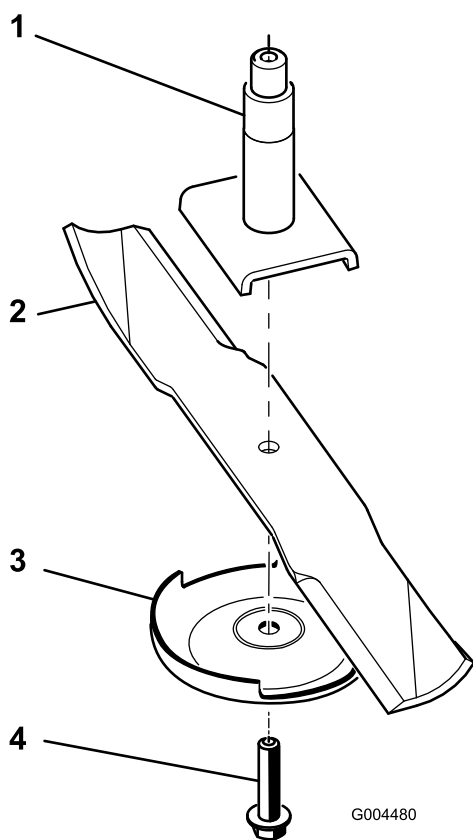

Figure 73
2. Enlevez le boulon, la plaque anti-scalp et la lame de l'axe de pivot (Figure 73).
Remarque: Si la lame reste horizontale, elle est équilibrée et peut être utilisée. Si la lame est déséquilibrée, limez un peu l'extrémité de la partie relevée seulement (Figure 73). Répétez la procédure jusqu'à ce que la lame soit équilibrée.
1. Placez la lame sur l'axe (Figure 73).
2. Montez la plaque anti-scalp et le boulon de lame (Figure 73).